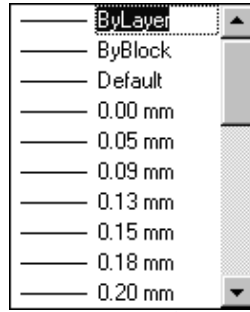

图 7-28 设置打印线宽
(6) Line weight。控制图层的线宽。用户可以通过单击右边的下拉箭头得到如图 7-28 所示的有关线宽的下拉列表选项，以控制图层打印时的线型的宽度。